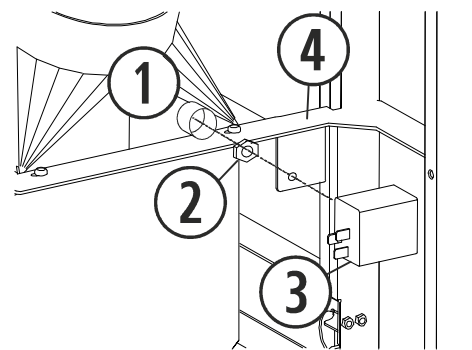

Figura 15
O termostato (③) deve ser fixado na parte lateral esquerda da estufa à peça 41W (④) indicada no ponto 18 deste manual. Inserir o termostato através do orifício localizado na chapa (④), fixar a porca (②) e finalmente enroscar a tampa (①) como indicado na *figura 15* (vista da parte lateral esquerda desde atrás).
①	Tampa.
②	Porca de fixação do termóstato de segurança.
③	Termóstato de segurança e rearmamento.
④	Chapa suporte esquerda inferior carga.